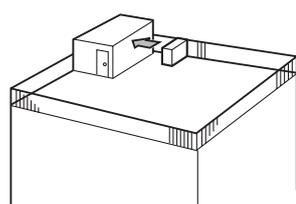

Fig. 2-4
- ① Coloque la salida de aire de frente a la pared más próxima a una distancia de unos 500 mm de ella. (Fig. 2-4)